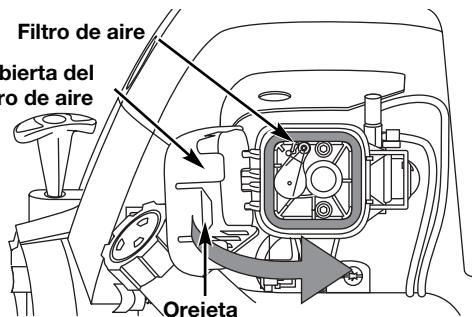

Fig. 31
7. Vuelva a instalar la cubierta del filtro de aire. Coloque los ganchos del lado izquierdo de la cubierta del filtro de aire en las ranuras del lado izquierdo de la placa posterior (Fig. 31).
8. Mueva la cubierta hacia la derecha hasta que la orejeta del filtro de aire calce en su lugar en la ranura de la placa posterior (Fig. 31).
6. Saque la cubierta del motor (Fig. 31).